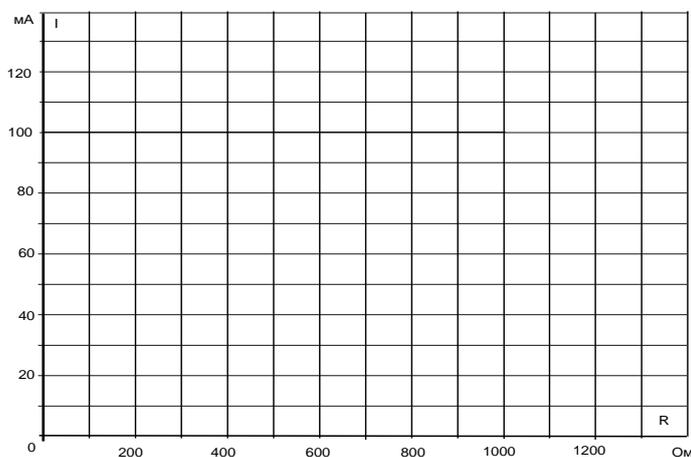

Рисунок 1.5 – График зависимостей $I = f(R)$
- Занесите данные измерения токов в табл. 1.3 и перенесите их на график (рис. 1.5) для построения семейства зависимостей $I = f(R)$.